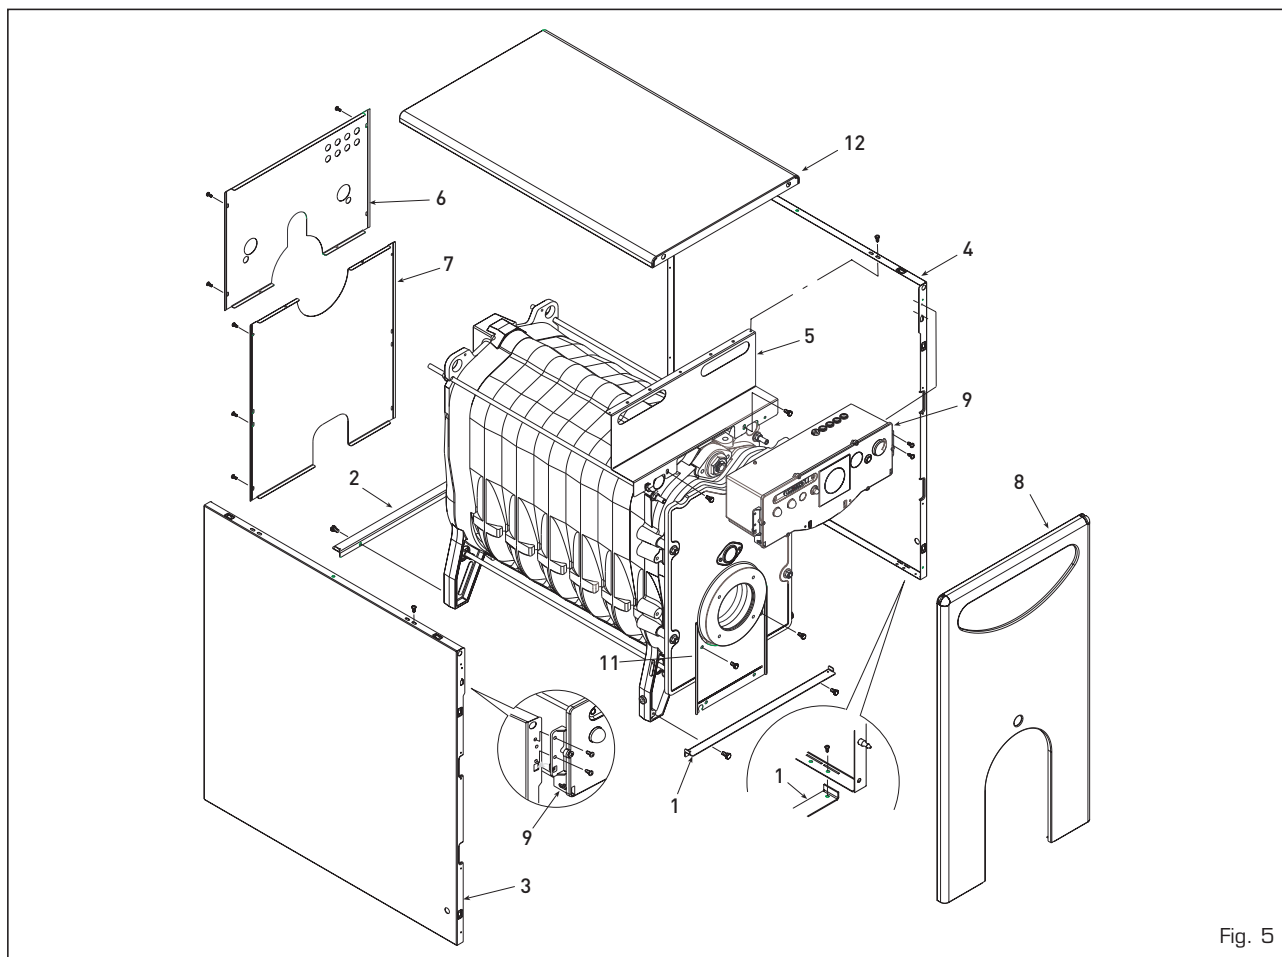

Fig. 5
2.5 MONTAREA MANTALEI MODELULUI "RONDO" (fig. 5)
Executati montajul mantalei dupa cum urmeaza (fig. 5):